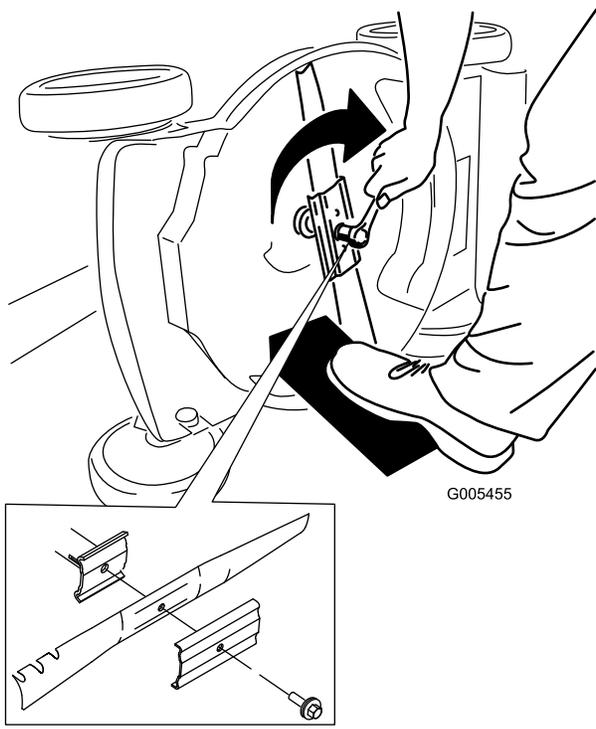

Figure 42
5. Montez la nouvelle lame et toutes les fixations (Figure 42).